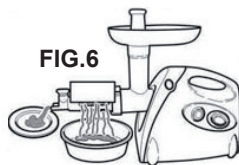

FIG.6
Fixer la protection en plastique contre les projections (5) sur le filtre, positionner un récipient au bas de la glissière de récupération pulpe pour recueillir la purée et un autre récipient sous l'extrémité du filtre pour recueillir les déchets (fig.6).